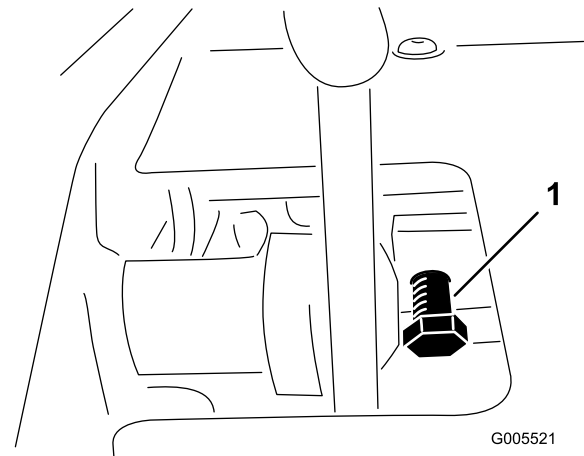

図 56
1. ペダルロックのキャップスクリュのジャムナット（図 56）をゆるめる。